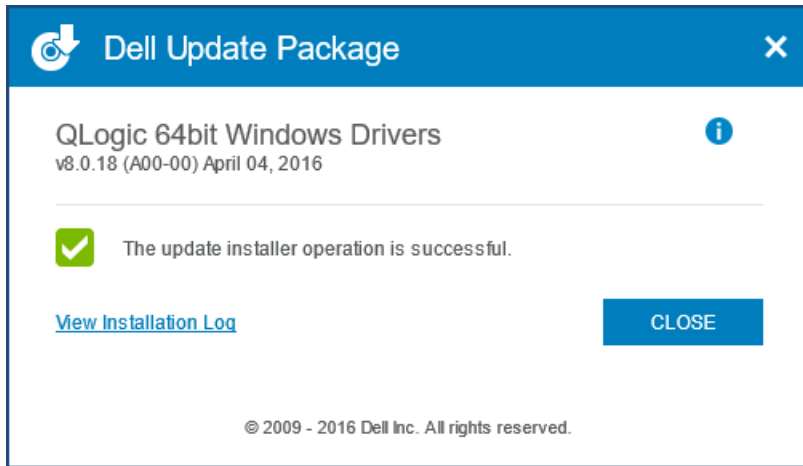

Figura 3-8. Ventana Dell Update Package (Paquete de actualización de Dell)
9. En la ventana Dell Update Package (Paquete de actualización de Dell) (Figura 3-8), el mensaje “Update installer operation was successfu” (La operación de actualización del instalador se ha realizado correctamente) indica que proceso ha acabado.